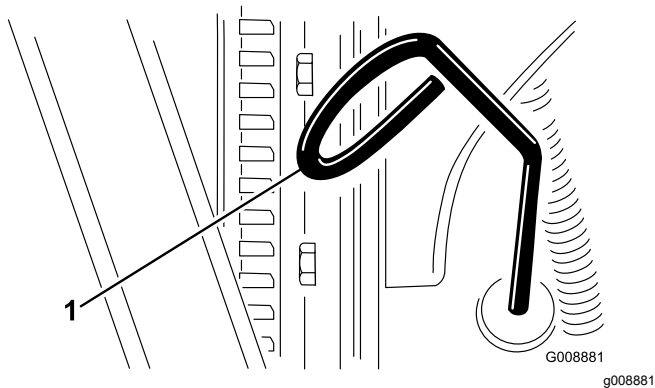

Figura 52
2. Retire la varilla (Figura 52) y límpiela con un paño limpio.